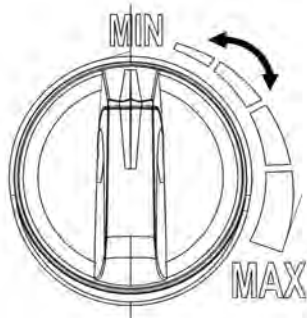

Рис. 10 Регулировка подачи мощного средства
4. Убедитесь в том, что регулятор подачи установлен в положение MIN (Рис. 10).